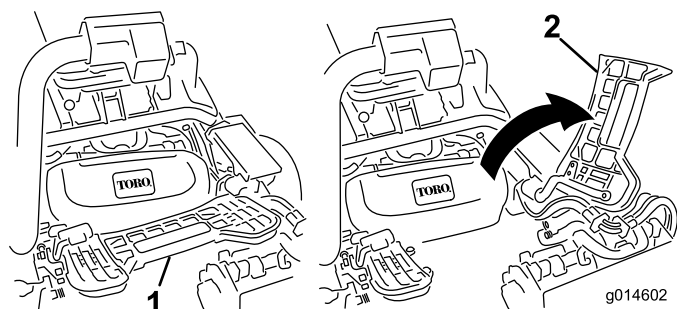

図 32
1. フットレストを跳ね上げて開き、中央カッティングユニット取り付け位置へのアクセスを確保する（図 32）。